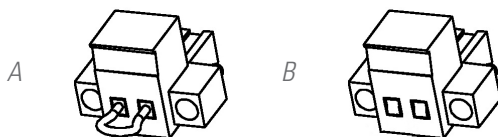

Abb. 19. Stecker für den externen Not-Aus-Schalter.
- ☐ Sobald der Anschlussstecker aus der Steckdose, in der er eingesteckt ist, herausgezogen wird. Dieser Stecker ist an einem Kabel als eine Art Brücke, die den Stromkreis schließt, angeschlossen [siehe Abb. 19-A].
- ☐ Oder, wenn der externe Schalter des Geräts und des Benutzers, der zwischen den Anschlüssen des Steckers installiert ist, betätigt wird [siehe Abb. 19-B]. Der Anschluss am Schalter muss mit einem normalerweise geschlossenen Kontakt -NC- ausgestattet sein, der den Stromkreis öffnet, wenn er betätigt wird.